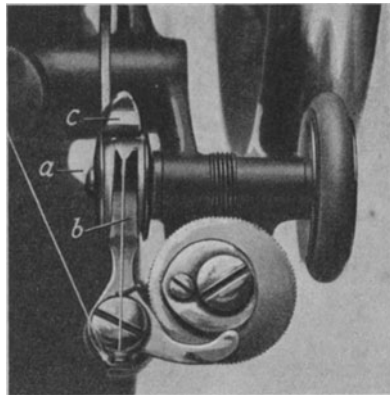

Abb. 22. Aufspulapparat (Singer).
1. durch einen **beweglichen Fadenführer** (Abb. 22 b),